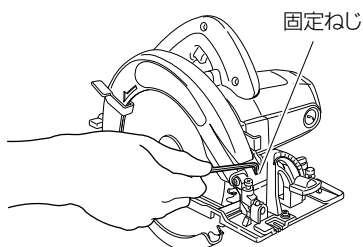
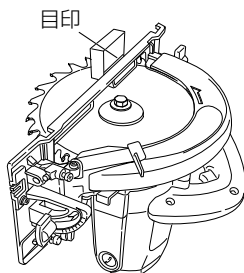

図 13
図 14
- (1) ソーカバーヒンジ部の固定ねじを、お手持ちの六角棒スパナ (2.5 mm) でゆるめます。(図 13)
- (2) 保護カバーをソーカバーの中に引き込みます。
- (3) この刃のベース後方側に木片を当て、ベース側面位置に目印を付けます。(図 14)